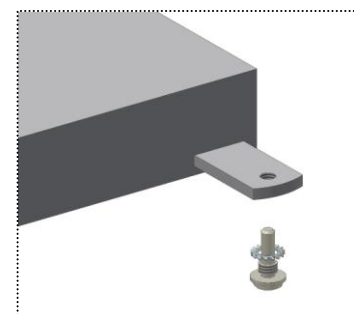

Fig. 1
- Colocar **perno inferior** na patilha de fixação da porta (Fig. 1).